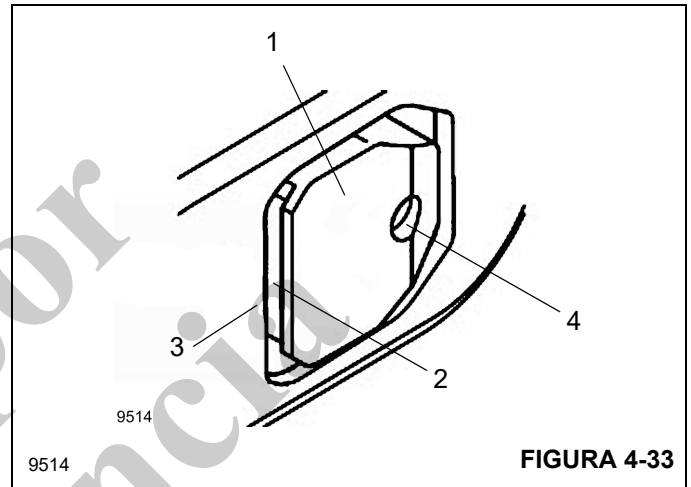

FIGURA 4-33
Sólo puede bloquear o desbloquear una sección telescópica manualmente si la muesca (2, Figura 4-33) en el pasador de
1. Retire la grasera de la cavidad (4, Figura 4-33).
2. Inserte un tornillo en el agujero (4). El pasador de bloqueo (1) se retrae en el proceso. Puede contribuir al proceso martillando suavemente los pasadores de bloqueo.
3. Apriete el tornillo contra la carga de resorte hasta que el pasador de bloqueo (1) se hunda lo más posible y quede situado detrás de la pared lateral de la sección telescópica.
1. Retraiga la sección telescópica hasta que el pasador de bloqueo (1, Figura 4-33) se encuentre en el centro de la abertura.
2. Retire el tornillo de la cavidad (4).